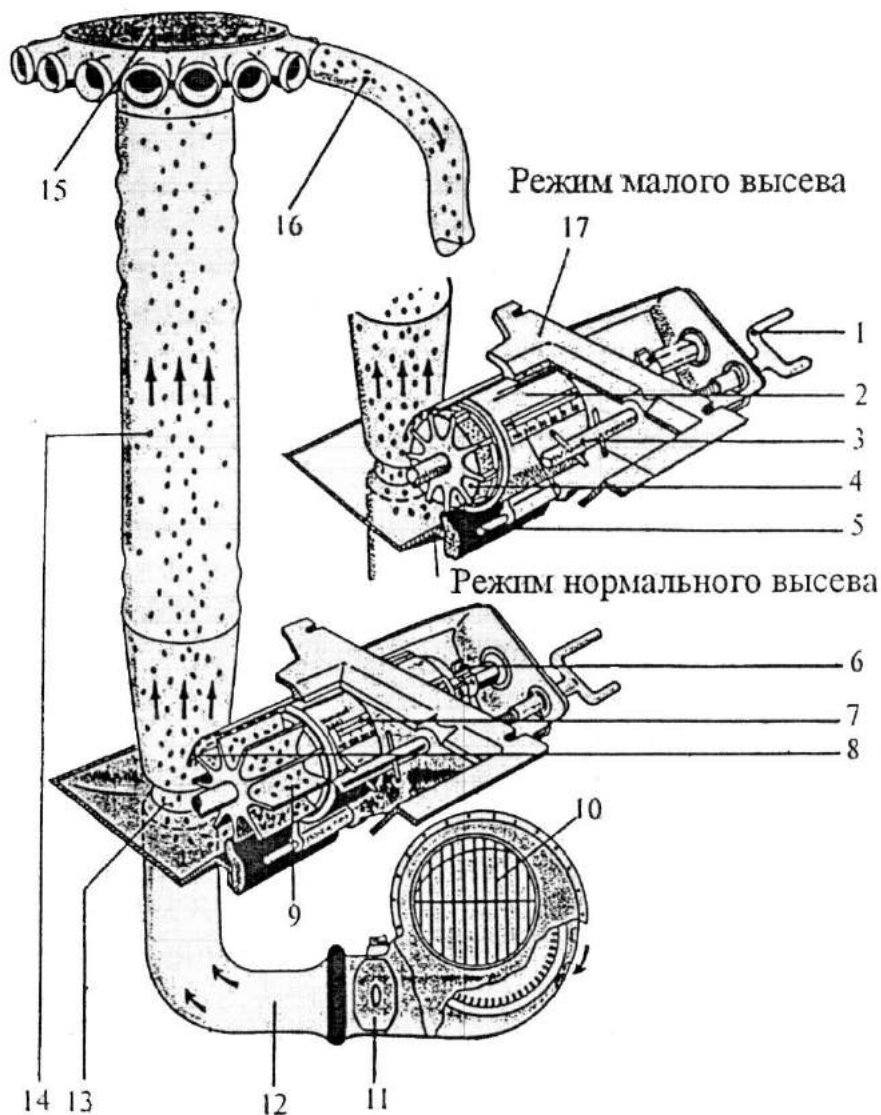

Рис. 5. Схема работы пневматической высевающей системы:
2.5.1. Высеваящий аппарат состоит из корпуса 17 (**рис. 5**), катушки 9, втулки 2 со шкалой 7, рукоятки 1 перемещения втулки, муфты 4 с фиксатором 6, ворошителя 3, уплотнения 5, щётки 8 и клапан (на рисунке не показан), который является дном высеваящего аппарата. Втулка 2, при вращении рукоятки 1, перекрывает катушку 9, оставляя открытой её рабочую часть. Шкала 7 на втулке показывает рабочую длину катушки (максимальная длина катушки 110 мм.). Муфта 4 позволяет уменьшать глубину желобков и обеспечивает малый высев (высев мелкосеменных культур), для чего фиксатор 6 из крайнего левого положения переводится в правое и фиксируется в прорези вала катушки. При малом высева катушка работает с рабочей длиной до 25 мм. Ворошитель 3 уменьшает вероятность образования сводов зерна над высеваящим аппаратом. Щётка 8 процессе работы очищает желобки катушки от залипших семян. Клапан шарнирно подвешен под катушкой и служит для освобождения бункера от остатков зерна.
2.5.2. Вентилятор 10 (**рис. 5**) приводится от ВОМ трактора через карданный вал и клиноременную передачу. Коленом 12 вентилятор соединяется с шахтной трубой 14. В патрубке вентилятора установлена заслонка 11 для изменения расхода воздуха.